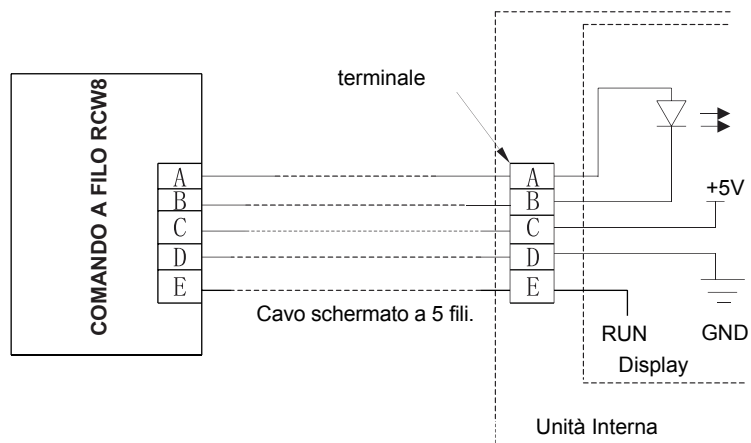

Fig.5
- 3) - Fissare il cavo di segnale sulle linguette A,B,C,D e E. Assicurarsi che il cavo sia fissato saldamente e che non ci sia il rischio di corto circuito. (Fig. 5)